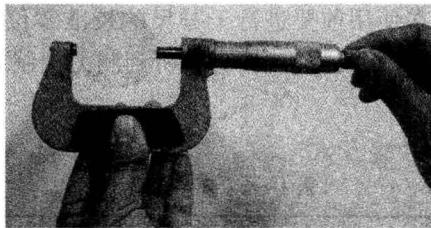

图1—12 千分尺握法
(1) 使用前, 要把被测表面擦干净, 然后对准“0”线检查, 检查时, 转动棘轮, 使两个测量面接合, 无间隙, 使基准线对准“0”位。
(2) 测量时, 可多测几点, 取平均值。
(3)用左手拿尺架的绝缘板(避免因手温影响测量误差),右手先转动微分筒接触工件后,再轻轻转动测力装置,当测力装置发生打滑的声音时,便可读数,如图1—12所示。